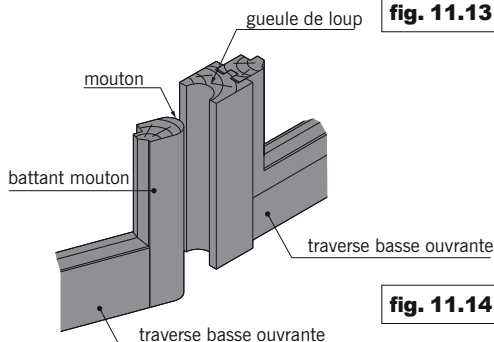

fig. 11.14
■ La **gueule de loup** (fig. 11.14) : gorge demi-ronde usinée sur le bord d'un montant ouvrant. Ce montant appelé également **gueule-de-loup** reçoit le battant mouton. Ce type de fermeture est, de nos jours, réservé, aux fenêtres non isolantes à simple vitrage.